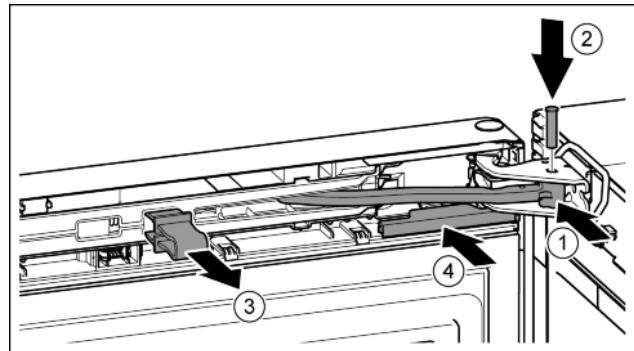

Fig. 45
- Поверніть шарнір в опорному кронштейні. Fig. 45 (1)
- Встановіть гвинт в опорний кронштейн та шарнір. При цьому виступ фіксатора повинен займати правильне положення в пазу. Fig. 45 (2)
- Зніміть запобіжник. Fig. 45 (3)
- Насуньте кришку. Fig. 45 (4)